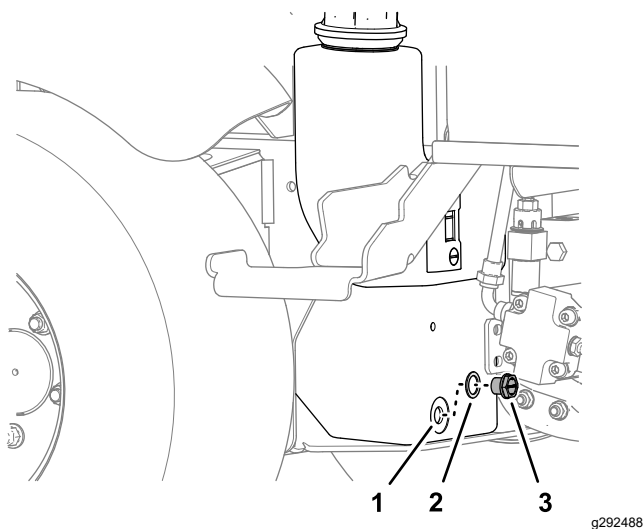

Bild 74
- Legen Sie eine Ablaufwanne unter den Hydraulikölbehälter, entfernen Sie die Ablassen des Hydraulikölbehälters und lassen Sie das Hydrauliköl vollständig ablaufen (Bild 74).